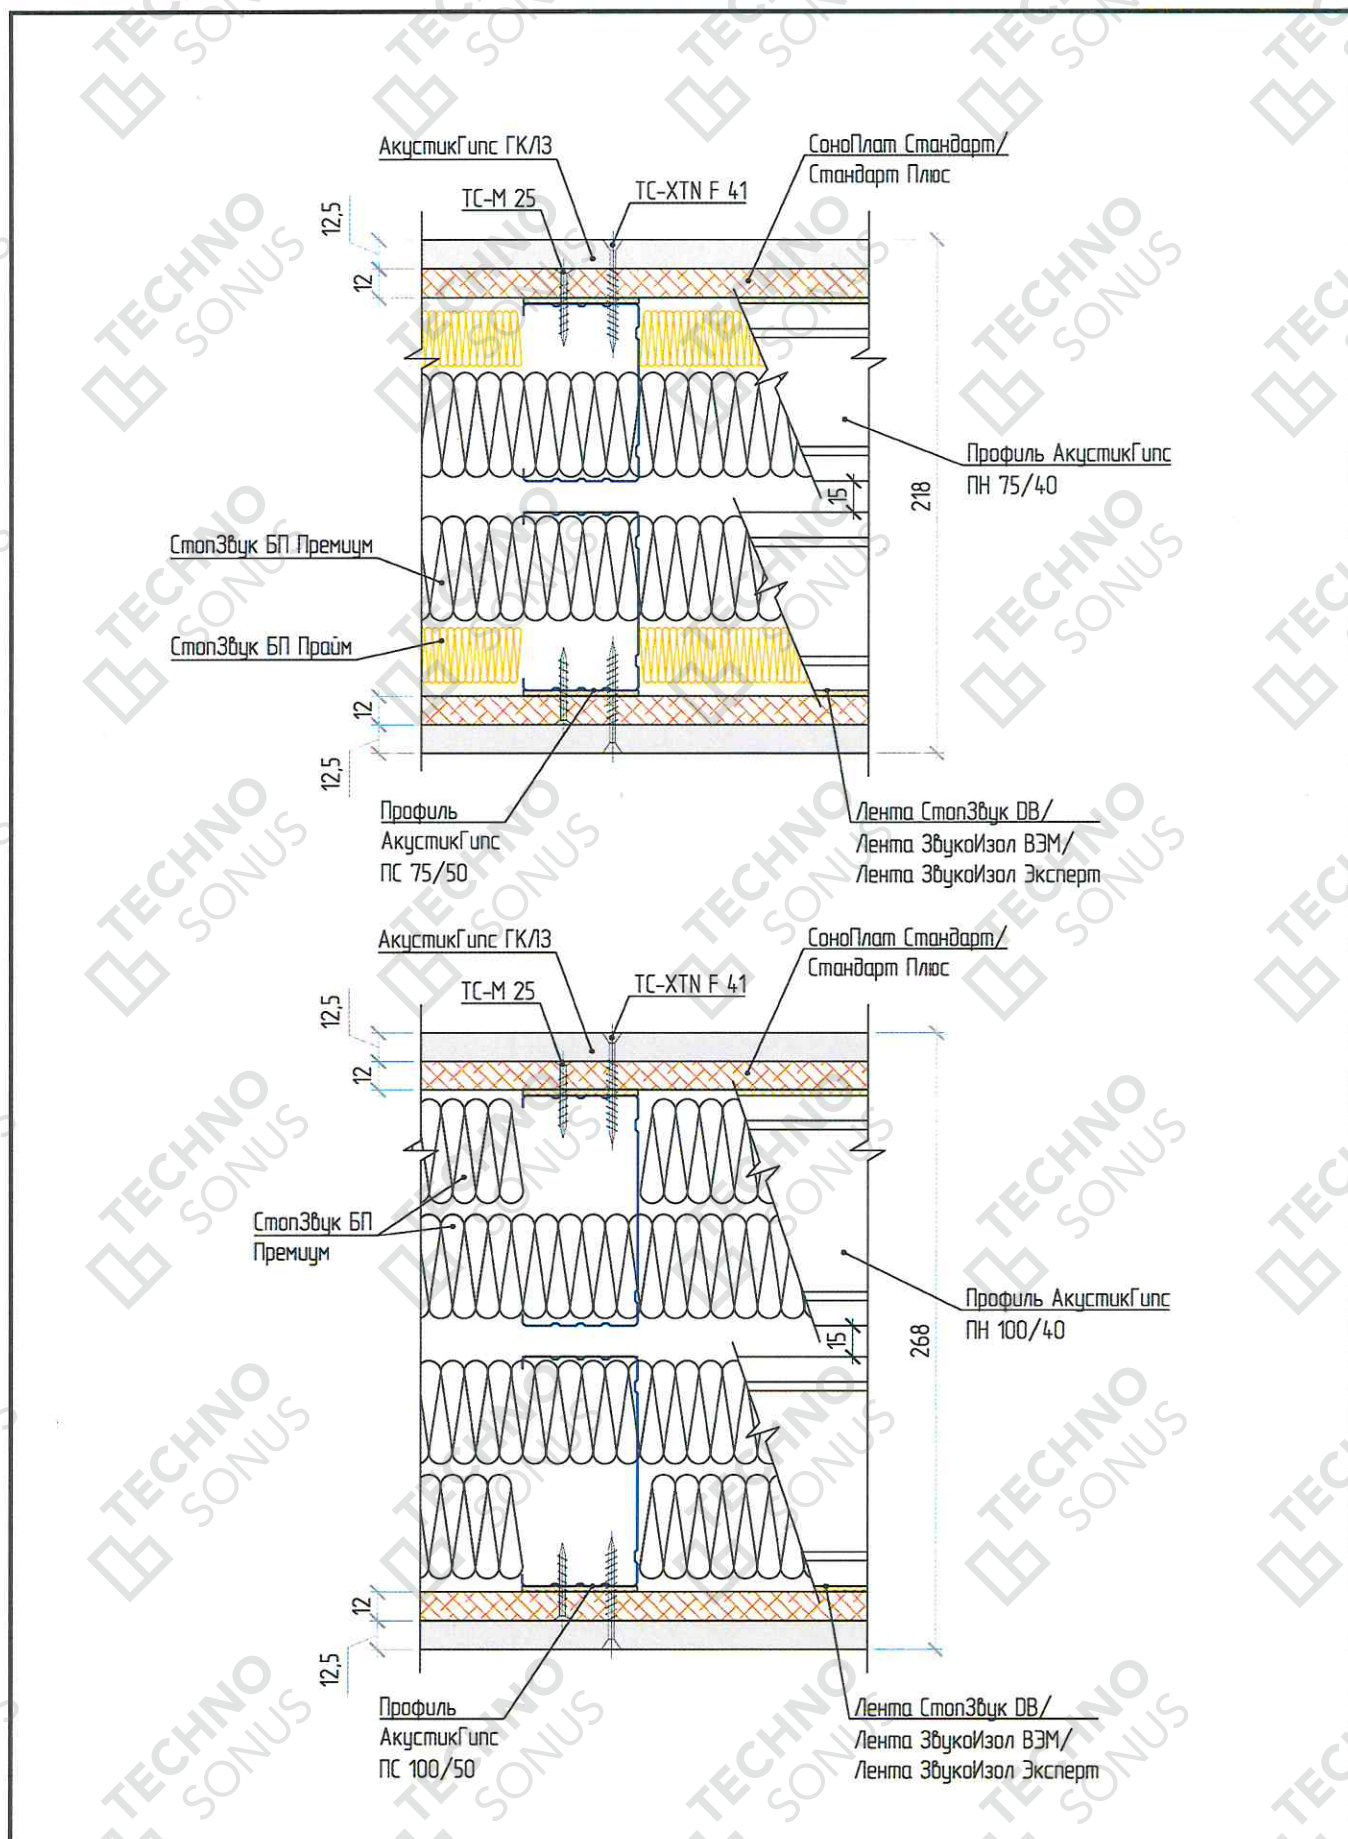

Рисунок 15 – Заполнение каркаса с применением профиля ПС 75х50 и 100х50
- второй слой (в случае применения профиля 75х50, вторым слоем применяются плиты СтопЗвук БП Прайм/СтопЗвук Эко слим) укладываем между профилями, без завода во внутреннюю часть (рисунок 15).